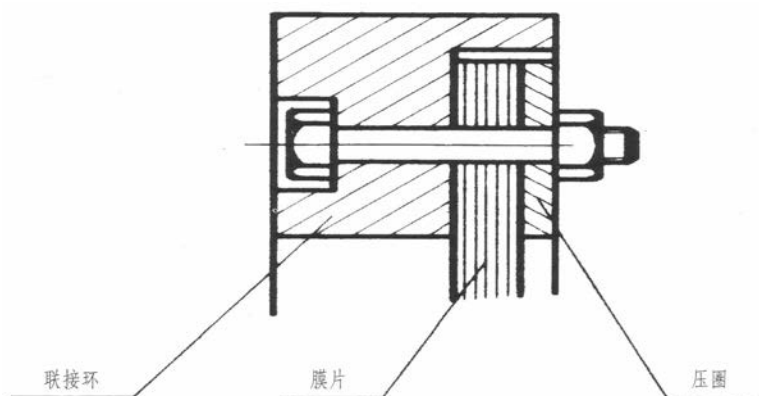

图 3-4 螺栓安装示意
3.1 膜片组件在出厂时，已找正同心度，并用四个铰制孔用螺栓将联接环、膜片和压圈组装在一起，不允许拆卸这四个螺栓，以防零件松落，而引起同心度的变化（见图 3-4）。